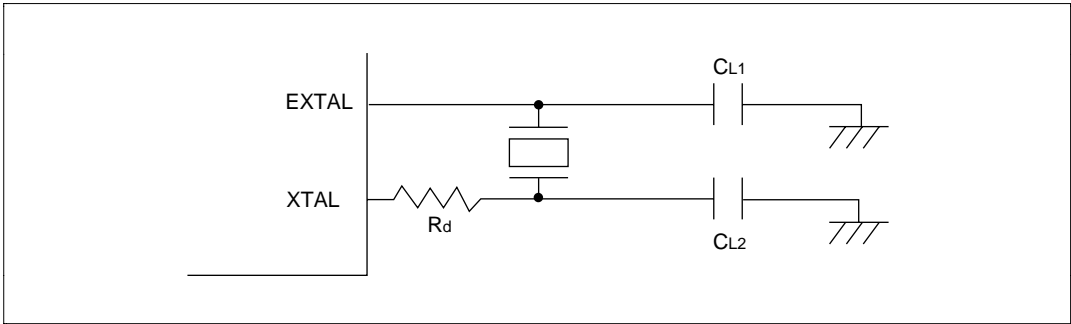

図 19.2 水晶発振子を接続する場合の接続例
(1) 回路構成
水晶発振子を接続する場合の接続例を図 19.2 に示します。ダンピング抵抗 R_d は、表 19.1 (1)、外付け容量 CL_1 、 CL_2 は、表 19.1 (2) に示すものを使用してください。また、水晶発振子は、AT カット並列共振形を使用してください。